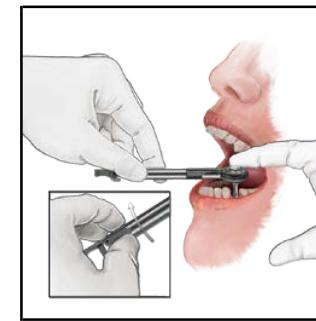

図2
- 親指と人差し指で H-TIRW 本体とトルク・アームと一緒に把持し(図2)、ヘッド部に印字されている“IN”または“OUT”的方向に回転させる。